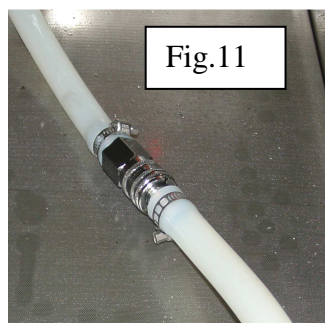

Fig.11
- 2) Raccorder le coupleur au tuyau d'évacuation d'huile usagée. (fig.11)